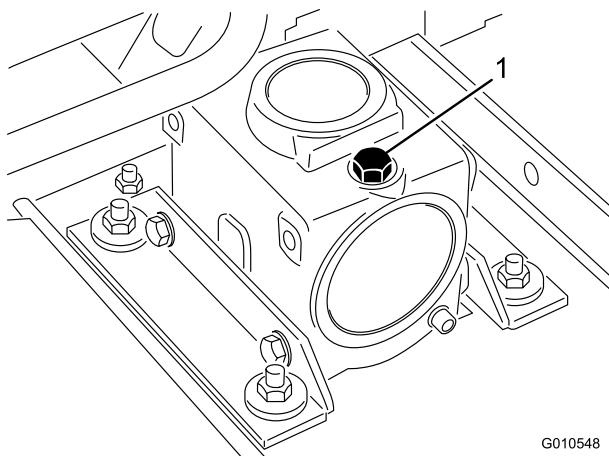

図 18
3. ギアボックス (図 18) の上部についているディップスティック兼プラグを外し、潤滑油がディップスティックの 2 つのマークの間まであることを確認する。